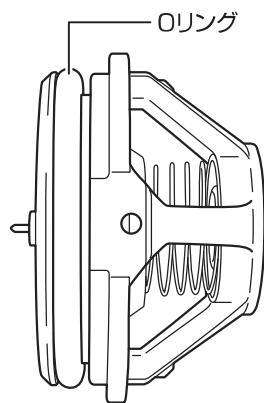
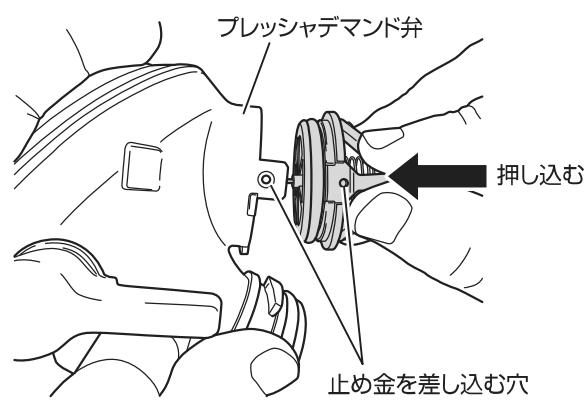

図48 呼気弁セット
図49 呼気弁セットの取り付け向き
- ・呼気弁セットのOリングがある側をプレッシャーマンドル弁に向け、それぞれについている、止め金を差し込む穴が合うように押し込み、取り付けてください。（図48、図49参照）